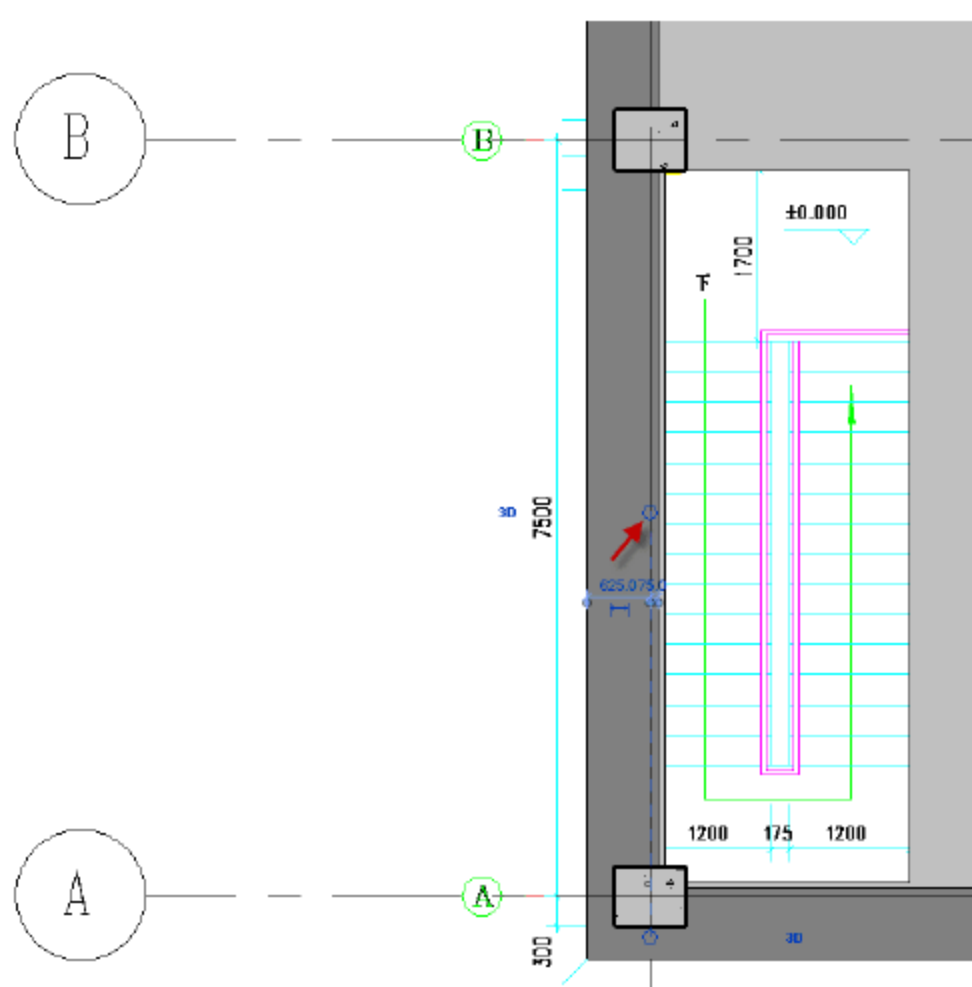
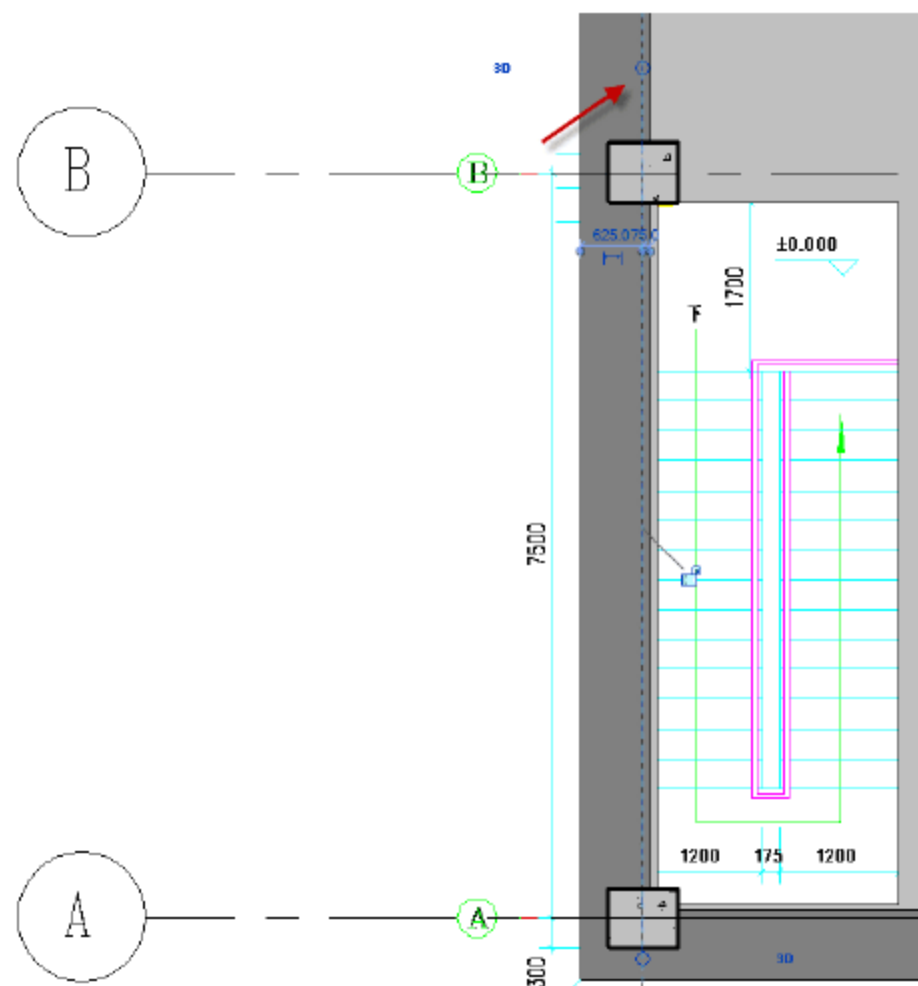

图 11.2.8 绘制参照平面
图 11.2.9 延伸参照平面
(6) 绘制竖直参照平面。按快捷键 R+P 绘制参照平面，与最左边墙线对齐绘制一条参照平面线，如图 11.2.8 所示。绘制完成后，选择参照平面线端点的夹点向上拖曳，以延伸参照平面线。如图 11.2.9 所示。